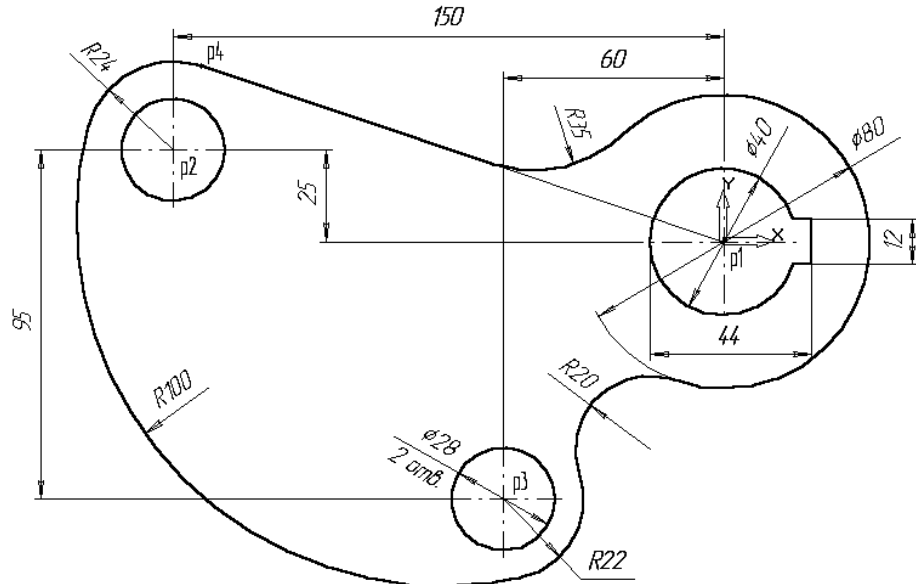

Рис. 1
Задание. Выполните чертеж детали «Шаблон», изображенный на рис. 1.
29. Используя чертеж детали на рис. 1 в качестве образца, проставьте все необходимые размеры. 31. Сохраните документ.